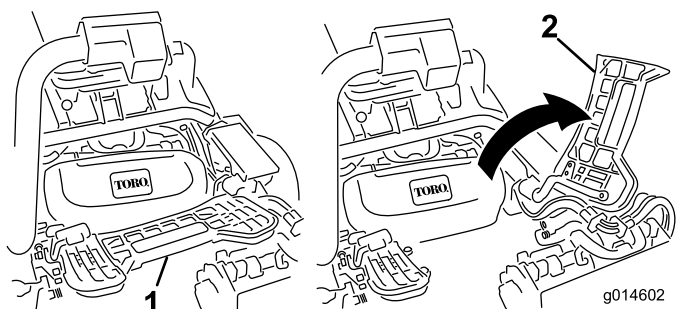

図 46
1. フットレストを跳ね上げて開き、中央カッティングユニット取り付け位置へのアクセスを確保する 図 46。